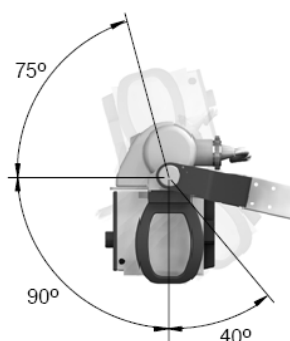

Рисунок 3.13 – Вращение блока источника рентгеновского излучения относительно горизонтальной оси
- плюс  $165^\circ$  / минус  $40^\circ$  относительно своей горизонтальной оси (см. рисунок 3.13);